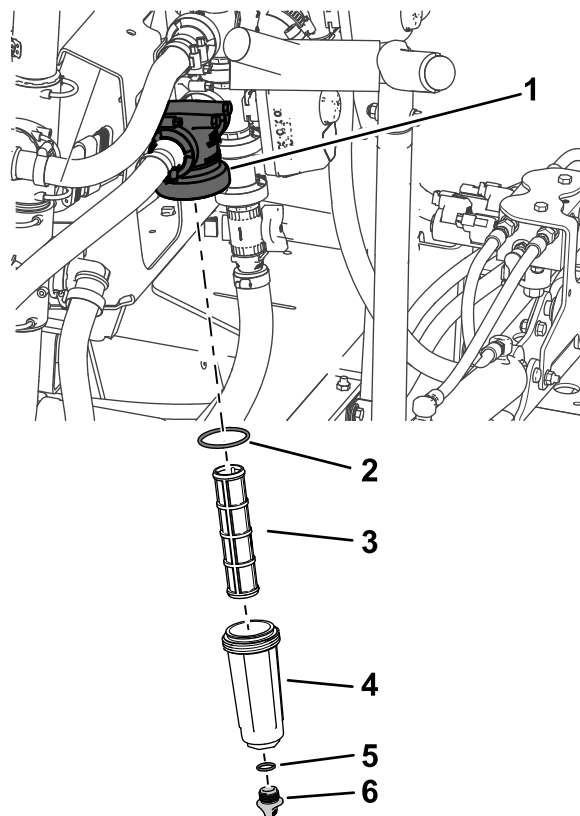

Figura 88
2. Coloque un recipiente de drenaje debajo del filtro de presión (Figura 88).
3. Gire el tapón de vaciado en sentido antihorario y retírelo de la cubeta del filtro de presión (Figura 88).
4. Enrosque la cubeta en sentido antihorario y retire la cabeza del filtro (Figura 88).
5. Retire el elemento del filtro de presión (Figura 88).
7. Inspeccione la junta del tapón de vaciado (situada dentro de la cubeta) y la junta de la cubeta (situada dentro de la cabeza del filtro) en busca de daños o desgaste (Figura 88).
8. Instale el elemento del filtro de presión en la cabeza del filtro (Figura 88).
9. Instale la cubeta en la cabeza del filtro, y apriétela a mano (Figura 88).